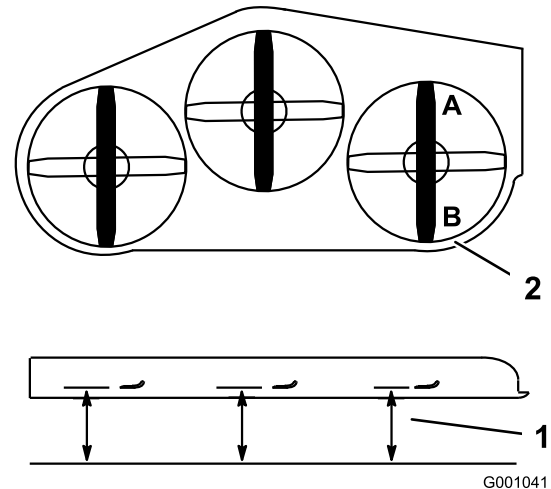

Figure 80
2. Tournez 1 lame dans le sens longitudinal. Aux points **A** et **B**, mesurez l'écart entre une surface plane et le tranchant de la pointe des lames (Figure 80).